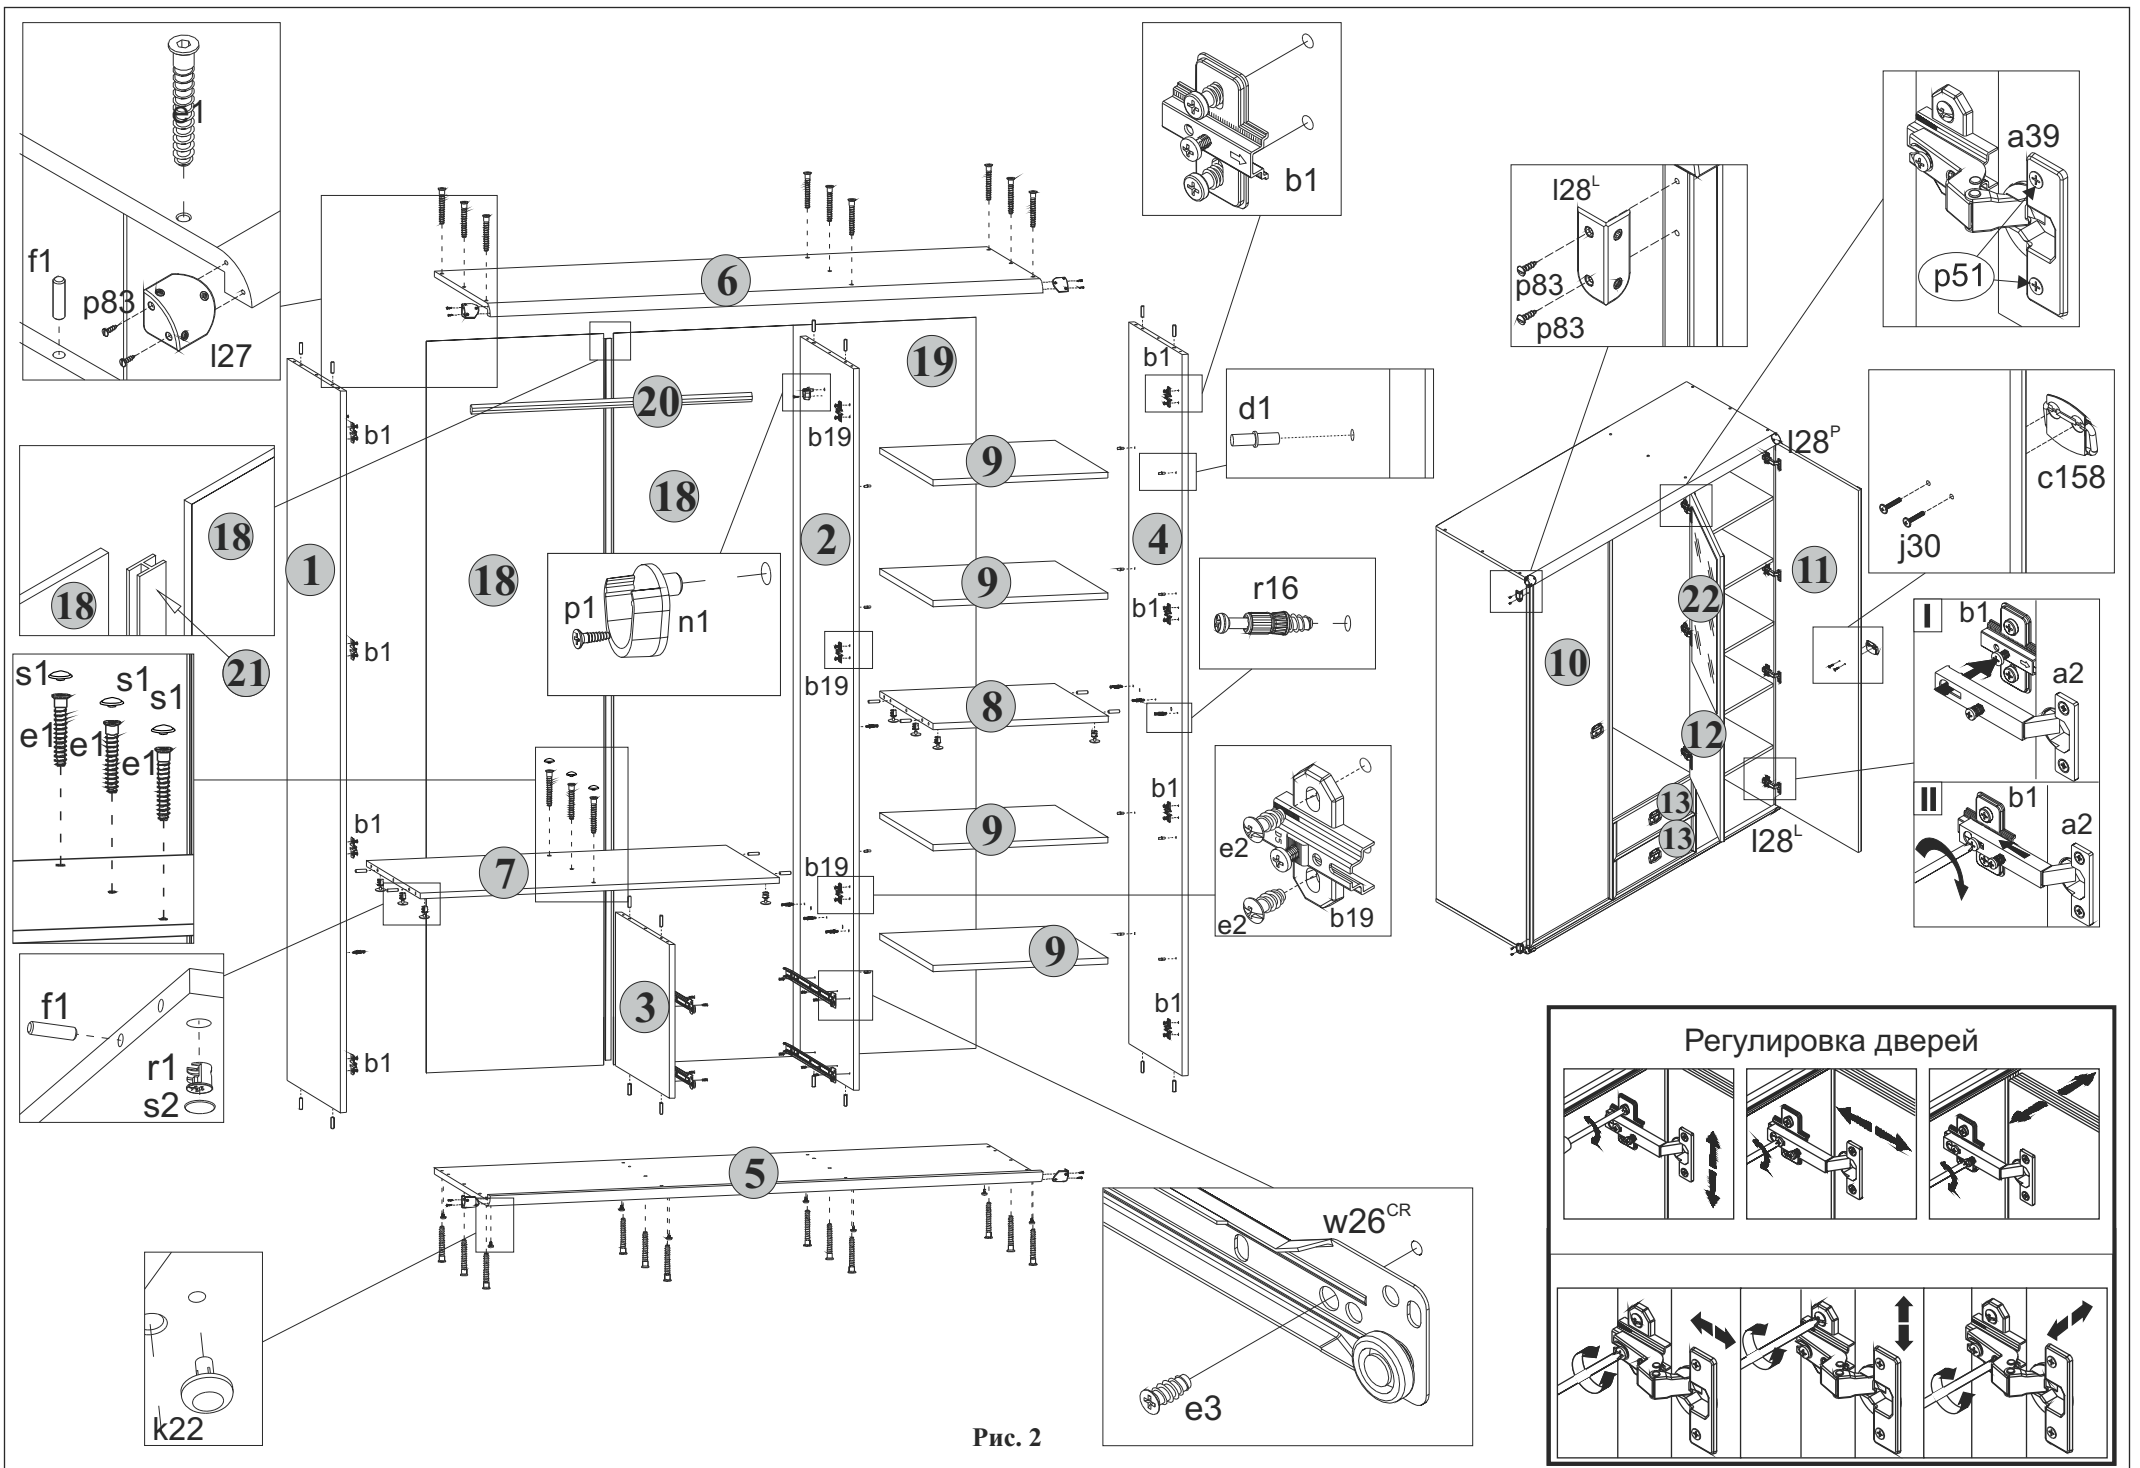

Рис. 2
- 5.11 В отверстия диаметром **4,5 мм** на нижней поверхности щита нижнего **5** вставить опоры полимерные **k22** (подпятники) (см.рис. 2).
- 5.13 К полке соединительной **7** присоединить стенку среднюю **3** и стянуть конформатами **e1**, пользуясь специальным ключом **z1** из комплекта фурнитуры. Головки конформатов **e1** закрыть заглушками **s1** (см.рис. 2).
- 5.16 К деталям **1, 2, 3 и 4** присоединить щит нижний **5** и стянуть конформатами **e1**, пользуясь специальным ключом **z1** из комплекта фурнитуры (см.рис. 2).
- 5.17 К деталям **1, 2 и 4** присоединить щит верхний **6** и стянуть конформатами **e1**, пользуясь специальным ключом **z1** из комплекта фурнитуры (см.рис. 2).
- 5.31 Положить двери **10 и 11** фасадной поверхностью вниз на ровную поверхность. Закрепить на дверях петли шарнирные **a2**, пользуясь крестообразной отверткой (см.рис.2).
- 5.32 Положить дверь **12** фасадной поверхностью вниз на ровную поверхность. Закрепить на двери шурупами **p51** петли шарнирные **a39**, пользуясь крестообразной отверткой (см.рис.2).
5.2 В отверстия диаметром **8 мм** на верхних и нижних кромках стенок боковых **1** и **4**, на верхних и нижних кромках стенок средних **3** и **4**, а также на боковых кромках полок соединительных **7** и **8** вбить деревянные шканты **f1** (см.рис. 2).
5.6 В отверстия диаметром **5 мм** над направляющими роликовыми **w26^{CL}** и **w26^{CR}** на левой поверхности стенки средней **2** и на правой поверхности стенки боковой **1** вкрутить винты стяжки **r16**, пользуясь крестообразной отверткой (см.рис. 2).
5.7 В отверстия диаметром **5 мм** в центральной части на левой поверхности стенки боковой **4** и на правой поверхности стенки средней **2** вкрутить винты стяжки **r16**, пользуясь крестообразной отверткой (см.рис. 2).
5.10 На нижних поверхностях полок соединительных **7** и **8** в отверстия диаметром **15 мм** вставить стяжки эксцентриковые **r1** (см.рис. 2).